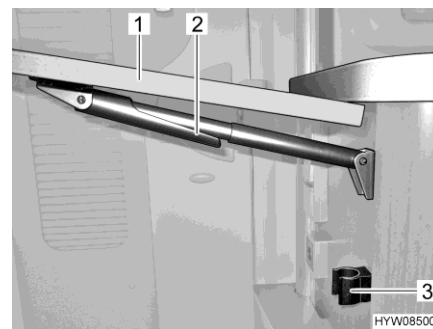

Fig. 58 Chiusura del tavolo ribaltabile su bancone
- Afferrare il tavolo ribaltabile su bancone (Fig. 58,1) sull'esterno e sollevarlo leggermente. Con l'altra mano ruotare e abbassare il dispositivo di fissaggio (Fig. 58,2) sul supporto telescopico.
- Orientare il piano del tavolo verso il basso, finché il supporto telescopico non ingrana nel supporto (Fig. 58,3).